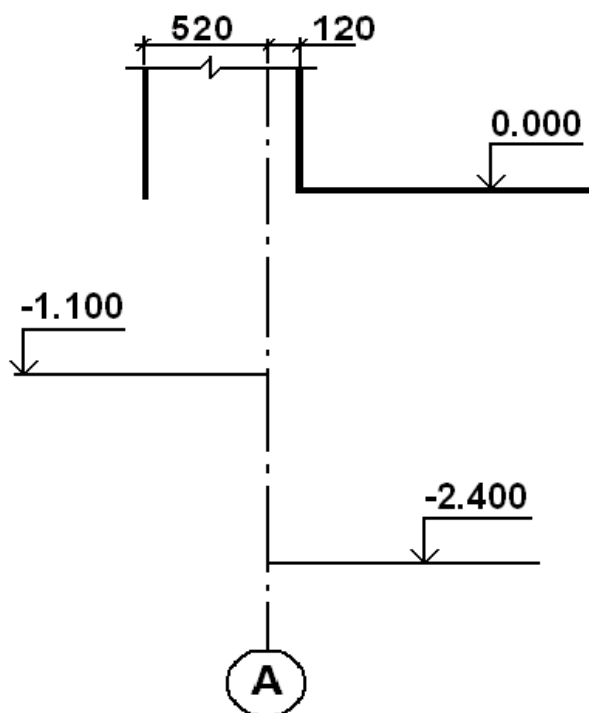

Рисунок 3 - Привязка стены к оси
5. Вычерчивается толщина стены (по исходным данным - 640 мм) (рисунок 3).